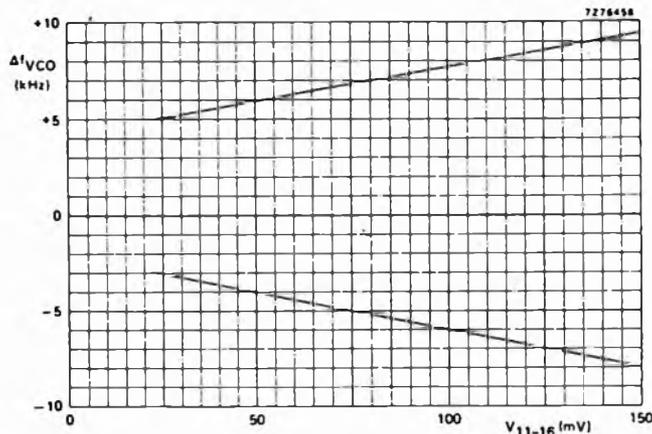

Fig. 11 - Valori tipici del campo di aggancio dell'oscillatore in funzione della tensione soglia del pilota all'ingresso del segnale MUX terminale 11
7. Vedi anche figure 11 e 12. Compensato con una rete RC applicata al terminale. Condensatore : — TC = 750 ppm. Resistore a carbone: — TC  $\approx$  250 ppm oppure resistore a film di metallo: + TC = 100 ppm.